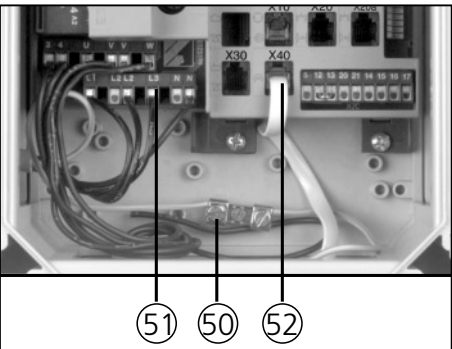

Abb. 5: Anschlüsse in der Steuerung A 60 N
- Nehmen Sie die Anschlüsse in der Steuerung gemäß Abb. 5 oder 6 vor.